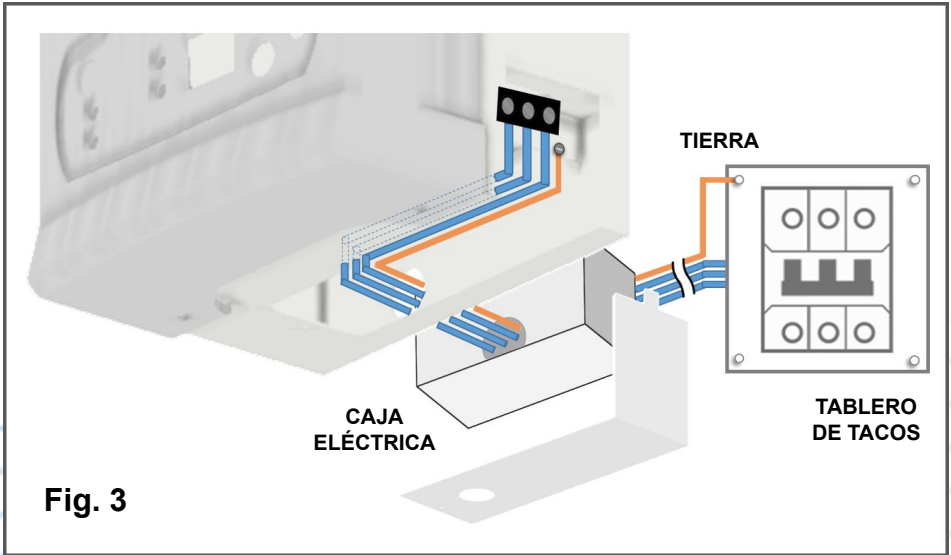

Fig. 3
- 1) Instale hasta el calentador, a través de caja eléctrica (2400 o 5800), tres líneas de alambre o cable 7 hilos cobre **calibre No.10** THHN 90°C (Fig.3). El cable 7 hilos debe ser entorchado fuertemente con pinzas o ser estañado en las puntas para asegurar un apriete firme en la regleta bornera de conexión eléctrica. Nunca utilice cable multifilar sin terminales y/o especificado para temperaturas o corrientes menores. Se recomienda dejar al menos 15 cm de cableado remanente dentro del equipo. La caja eléctrica debe estar empotrada detrás del equipo, y traslaparse con la abertura circular en la parte posterior del calentador.
- 4) Continúe con los mismos pasos 3) al 4) del modo Trifásico (Fig. 3).